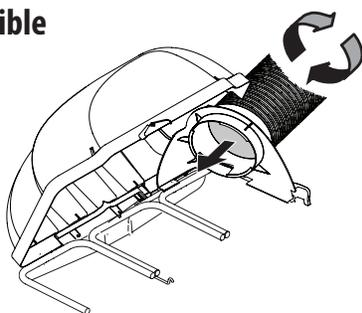

Figure 20
2. Fixez le coude de la goulotte au plateau de coupe avec un écrou papillon (720-04122) du kit de quincaillerie (689-00636). Voir Figure 20.
NOTE: Sur certains plateaux, le goujon sur lequel vous devez faire passer la goulotte est protégé par un capuchon. Retirez ce dernier, comme indiqué à la Figure 20.
1. Vissez la partie supérieure du tube flexible (764-05082) dans le support supérieur de la goulotte. Il y a deux languettes à l'intérieur de la partie inférieure du support pour faire tenir le tube en place. Voir Figure 20.